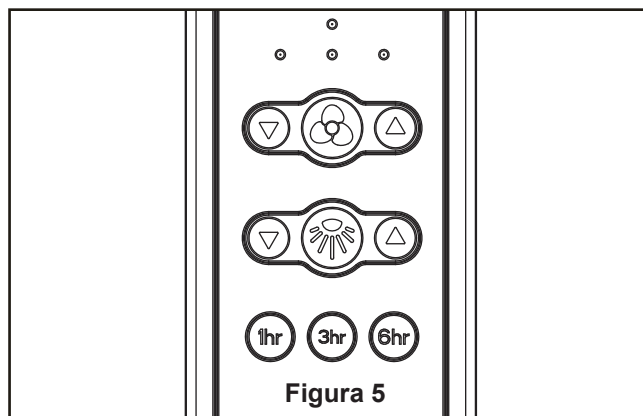

Figura 5
4. Una vez realizadas las conexiones, los cables deben ser colocados de forma extendida poniendo el conductor de la toma de tierra y el conductor de toma de tierra del equipo a un lado de la caja, colocando el conductor sin toma de tierra en el otro lado de la caja, luego gire los conductores hacia arriba y, con cuidado, colóquelos dentro de la caja de salida; con los conductores blancos y verdes hacia un lado y los conductores negros hacia el otro. (Figura 5)
5. Instale la ensamble de kit de luz en el carcasa del interruptor usando las dos ranuras principales de la ensamble de kit de luz. Vuelva a colocar el tercer tornillo y fije los tres tornillos. (Figura 5)
5. Funciones del control remoto: (Figura 5)